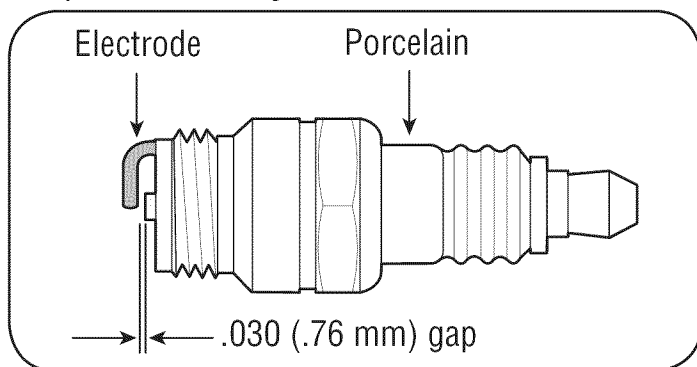

Figura 15
2. Retirar e inspeccionar la bujía. Asegúrese de que se ha fijado en .030". Ver Figura 15.